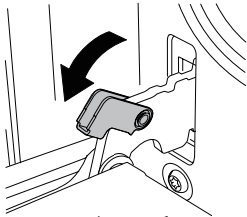

Imagen 1
1. Luego tire del seguro de la bisagra de la puerta hacia atrás. Para extraer la puerta, ábrala hasta el ángulo máximo. (Imagen 1)